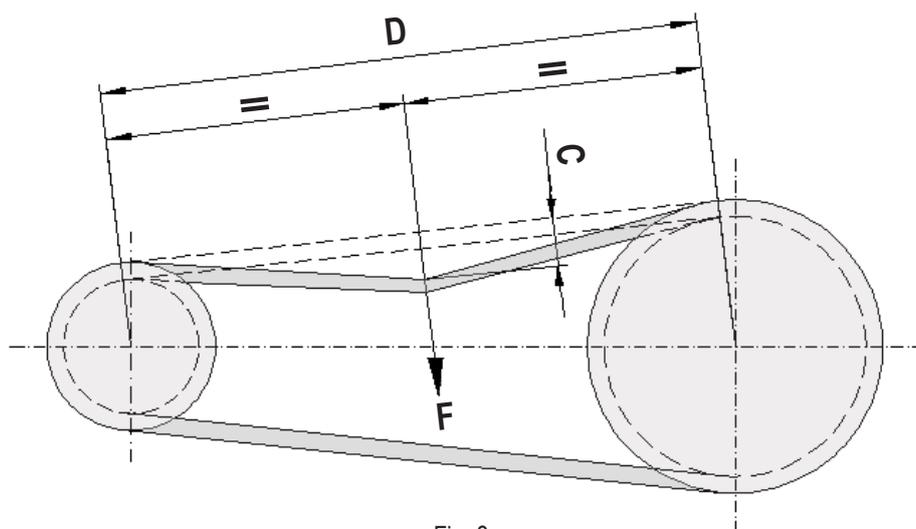

Fig. 8
2. misurare la lunghezza del tratto libero di cinghia "D" (Fig. 8);
3. applicare al centro del tratto libero una forza "F", compresa nei valori indicati dalla tabella della Fig. 8, in funzione della sezione di cinghia montata (vedi "SCHEDA TECNICA");
- dopo un breve funzionamento (12-24 ore), ricontrollare la tensione e portarla nei valori stabiliti dalla tabella di Fig. 8.